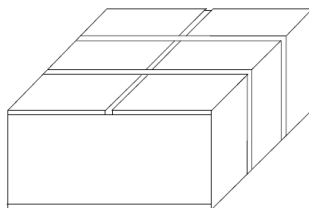

Figura 2-5 Posizionamento sulla piattaforma delicatamente
- 1) L'involucro di imballaggio deve essere posizionato sulla piattaforma delicatamente, come mostrato in Figura 2-5.